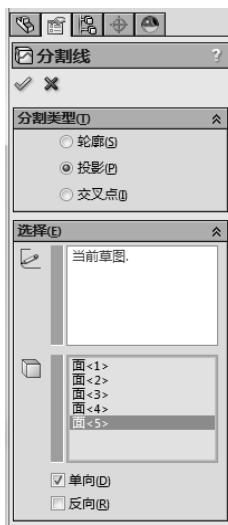

图 6-4 设置分割线属性
- [4] 设置分割线属性，在“分割类型”中选择“投影”，在“选择”下，在要投影草图 \square 中选择当前草图“草图 2”，在分割实体/面/基准面 \square 中选择“面<1>”、“面<2>”、“面<3>”、“面<4>”、“面<5>”，选择“单向”，如图 6-4 所示。